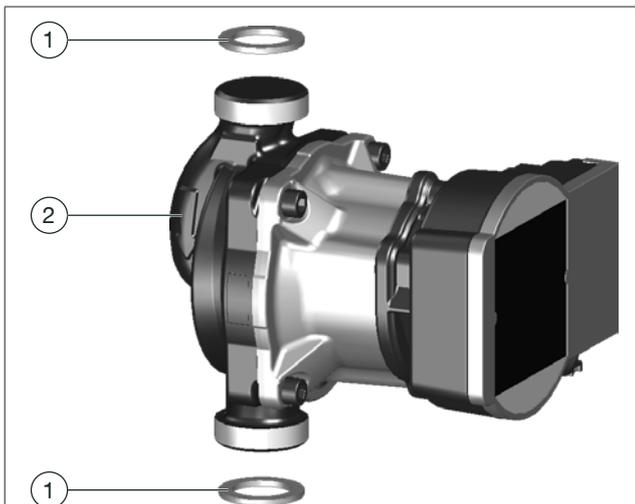
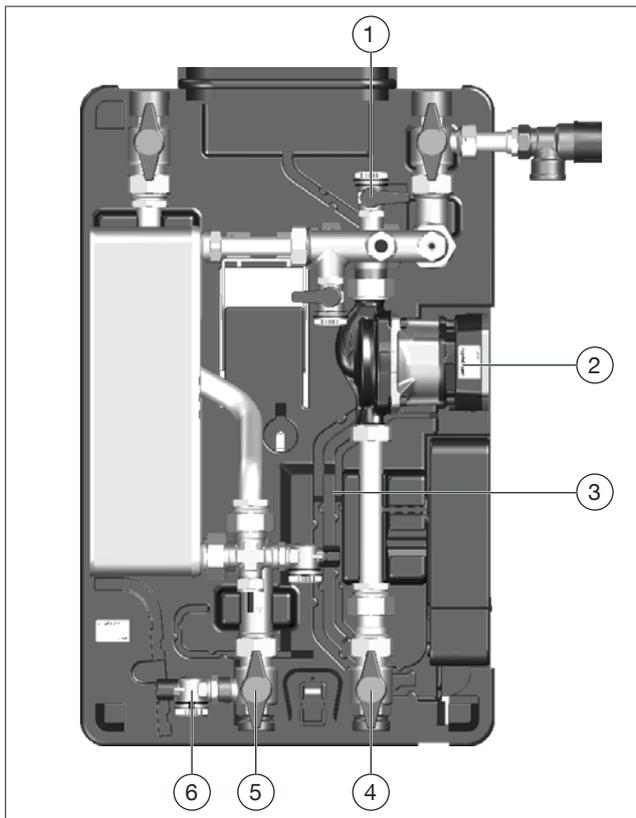

Abb. 1: Aufbau
Abb. 3: Vorderansicht
- Beachten Sie die Förderrichtung! Der Pfeil (siehe Position (2) in Abb. 1 auf Seite 6) muss in Richtung des Absperrkugelhahns Rücklauf Speicherkreis (Position (4) in Abb. 3 auf Seite 7) zeigen.
Positionieren Sie die elektrischen Leitungen in die dafür vorgesehenen Kanäle der Kabelführung (Position (3) in Abb. 3 auf Seite 7).